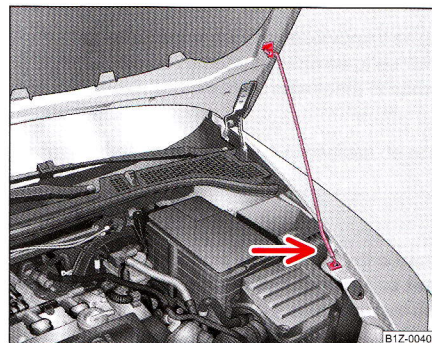

Fig. 191 Asigurarea capotei motorului cu tija de susținere
- Ridicați tija din suport și introduceți-o în orificiul prevăzut pentru aceasta ⇒ **pagina 248, fig. 191.**